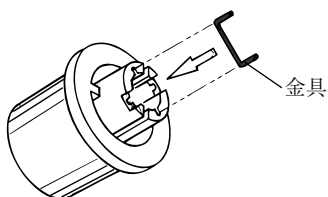

図 3-7 軸受けの中の金具
**注記** •つまみを再度取り付ける予定がある場合は、なくさないように保管してください。また、つまみの軸受けの中には、可変抵抗器の軸とかみ合うための金具が入っています。図 3-7 を参照してください。つまみを取り外しても、通常この金具が軸受けから外れることはありませんが、もし外れてしまった場合は、軸受けの中に入れておいてください。